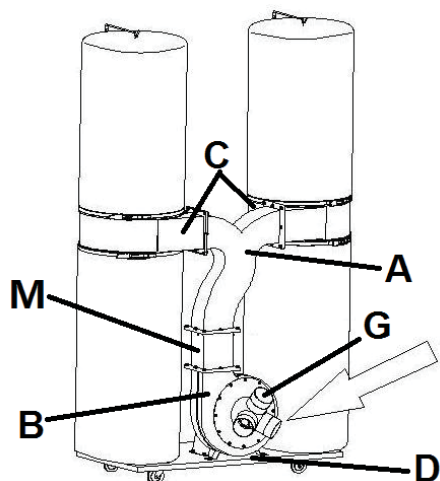

Рис. 11
- Тепер можна встановити блок впускного отвору на вхідний отвір вузла двигуна/вентилятора, як показано на Рис. 11.
- Приєднайте сталевий дріт шлангу до жовто-зеленого дроту заземлення (РЕ, Рис. 11). Це забезпечить захист від статичної електрики.